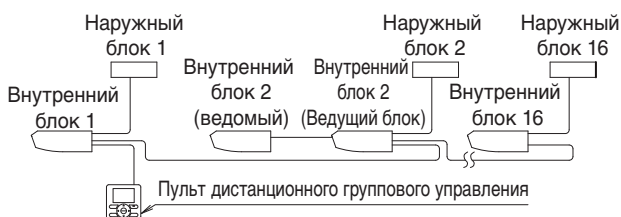

Рис. 34
- При использовании в качестве сдвоенного блока или ведущего блока в режиме одновременной работы можно производить одновременное (групповое) управление пуском/остановом до 16 блоков включительно с помощью пульта дистанционного управления. (См. рис. 34)
- (1) Снимите крышку блока управления. (См. раздел "9. СПОСОБ ПОДСОЕДИНЕНИЯ ПРОВОДКИ И ПРИМЕР ЭЛЕКТРОПРОВОДКИ".)
- (2) Подключите проводку моста между контактами (P1, P2) внутри блока управления для пульта дистанционного управления. (Полярность отсутствует.) (См. рис. 34 и Таблицу 3)